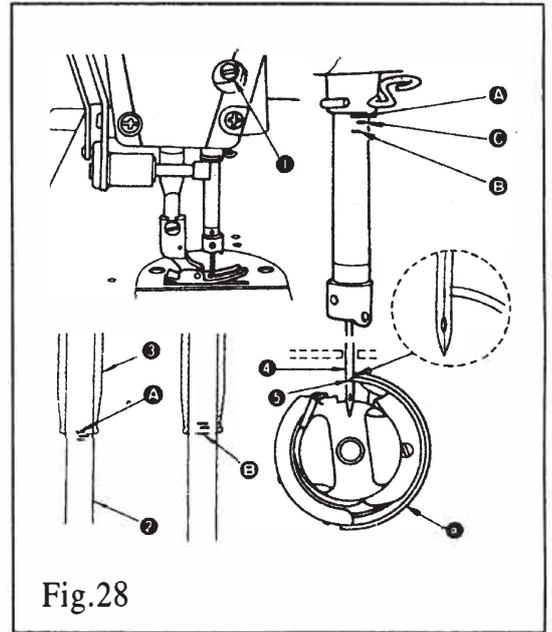

Fig.28
- ① Afloje el tornillo ② de la manivela ①
- ② Mueva la barra de alimentación hacia arriba o hacia abajo para realizar el ajuste.
- ③ Apriete firmemente el tornillo ②.
23. RELACIÓN DE AGUJA A LANZADERA (FIG. 28)